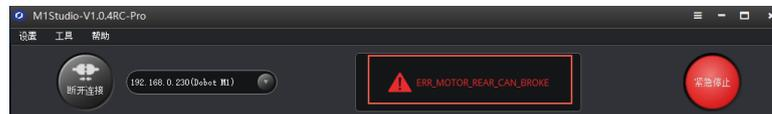

图 6.1 报警提示示意图
**步骤 1** 在M1Studio界面双击产生的报警提示，如图 6.1所示。